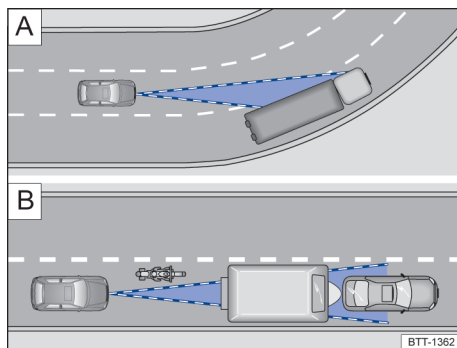

图 96 [A] 转弯行驶；[B] 车辆在雷达传感器的探测范围之外
雷达传感器总是进行直线探测。因此可能会突然识别到急转弯中的车辆或无法识别到前方车辆 → 图 96 A。
- 车辆在传感器范围以外且在本车附近的区域行驶，例如：摩托车 → 图 96 B。